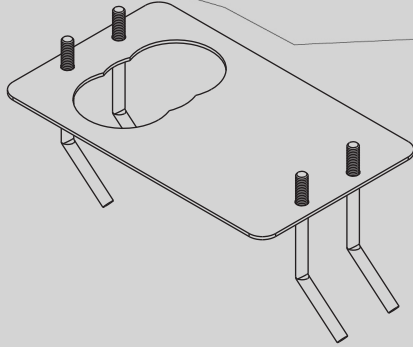

Fig. 2 / Abb.2
4. Engager les 4 vis à empreinte hexagonale dans leur siège de telle façon à les faire saillir de 5 mm minimum (ceci permettra de faire les réglages finaux (A Fig.2).
4. Colocar los 4 tornillos de ranura hexagonal en su alojamiento, haciendo que sobresalgan 5 mm. (Esto servirá para las regulaciones finales) (A Fig.2).
4. Insert the 4 socket-head screws into the respective holes, leaving them protruding by at least 5 mm. (This will serve for fine adjustment) (See fig. 2).
4. Die 4 Sechskantlochschauben in ihren Sitz einsetzen und mindestens 5 mm herausstehen lassen (Dies dient der endgültigen Einstellung. (Abb. 2).
4. Doe de 4 inbusschroeven op hun plaats en laat ze minimaal 5 mm uitsteken. (Dit dient voor de uiteindelijke afstellingen) (A - fig. 2).